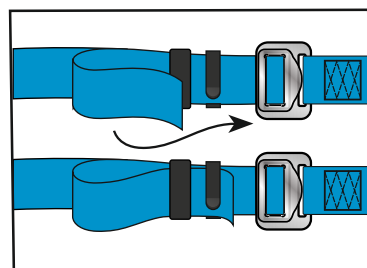

рис. 9
9. Убрать лишние концы лямок при помощи пластиковых клипс и эластичных резинок (**рис. 9**).